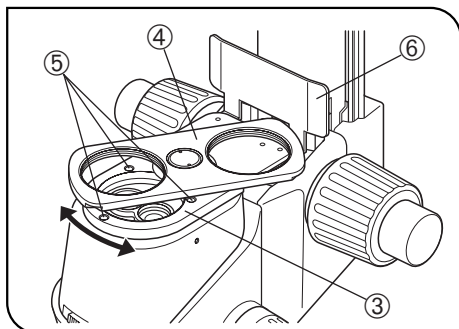

Fig. 28
4. Anbring objektivrevolverholderen ③ (mens dens objektivholdere ④ vender opad), hvor objektivholderen har været ved at justere skruehullerne. Brug unbrakonøglen (til M3 skruer), spænd revolverholderen med de medfølgende tre låseskruer (M3, 6 mm lange) ⑤ (fig. 28).
★ Da skruehullerne skjuler sig bag objektivholderne ④, skal du spænde revolverholderen, mens du drejer den (fig. 28).
6. Monter to objektiver på deres respektive objektivholdere ④ ved at skruet (fig. 28).